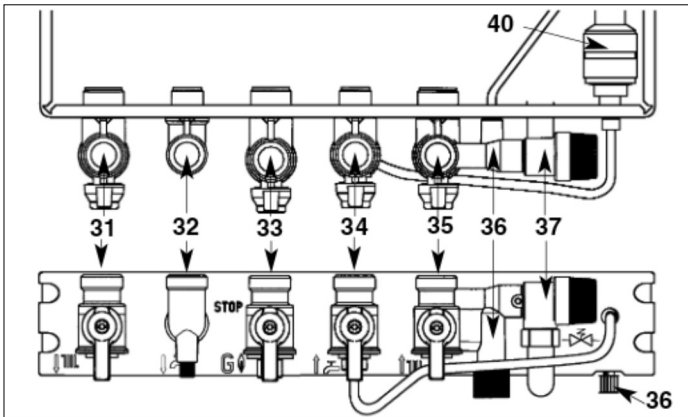

Fig. 22 - vues de dessus et de face
Barrette robinetterie (fig. 22)
3. Ouvrez l'arrivée du gaz en tournant le robinet gaz **33** (fig. 22, § 10), sur la position «  ».
- Coupez l'arrivée du gaz en tournant le robinet **33** (fig. 22, page 21), sur la position «STOP».